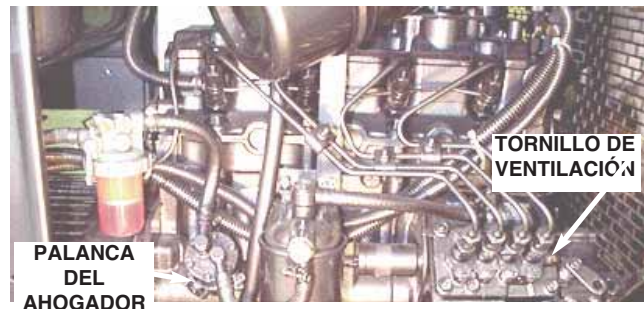

FIGURA D.1
1. Afloje dos o tres vueltas el tornillo de ventilación (Figura D.1) de la conexión de la entrada del combustible.